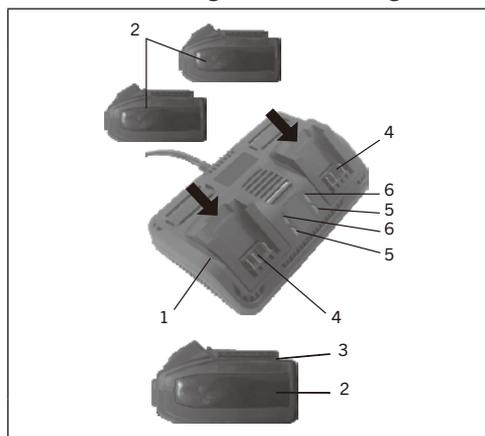

FIG. 1
1. Placez le chargeur de batterie (1) dans un endroit sec à proximité d'une source d'alimentation 110-120 V 60 Hz (Fig.1).
REMARQUE: a) Lorsque le chargeur est branché sur la prise murale et qu'AUCUNE batterie n'est sur le chargeur, le voyant vert (5) (Fig.1) s'allumera pour indiquer que le chargeur est « sous tension ».
b) Lorsqu'une batterie déchargée est installée sur le chargeur, le voyant vert s'éteindra et le voyant rouge (6) (Fig.1) CLIGNOTERA. Le voyant rouge clignotant indique que la batterie est en cours de charge.